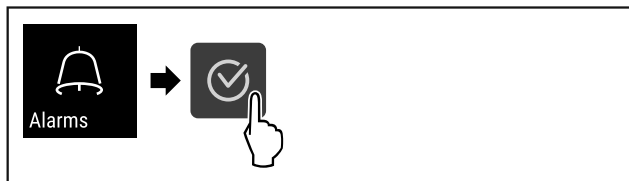

Fig. 143
- ▶ Εκτελέστε τα βήματα ενεργειών (βλέπε Fig. 143) .